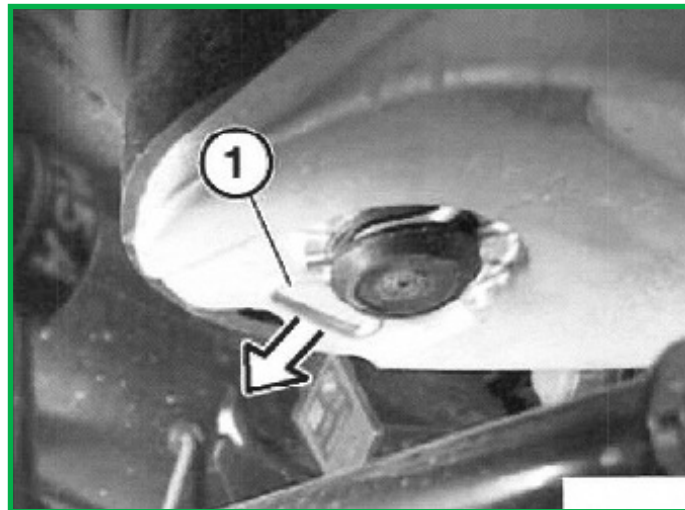

ABBILDUNG 5
7. Halteklipp (1) von der Unterseite des Luftfederlagers entfernen und Luftfeder abnehmen. (Abbildung 5)